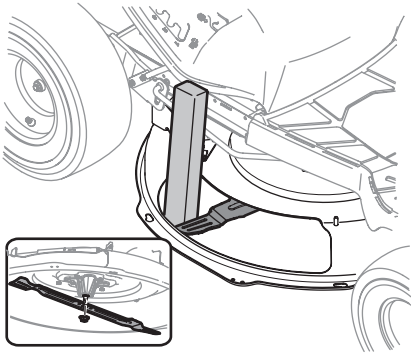

Figure 4-14
2. Insérez une cale en bois ou un morceau de poutre de 2 x 4 po dans l'ouverture du plateau de coupe et faites tourner la lame jusqu'à ce que la cale se coince entre l'ouverture du plateau de coupe et la lame, comme à la Figure 4-14.
3. Retirer l'écrou à bride à six pans qui maintient la lame. Voir la Figure 4-14.